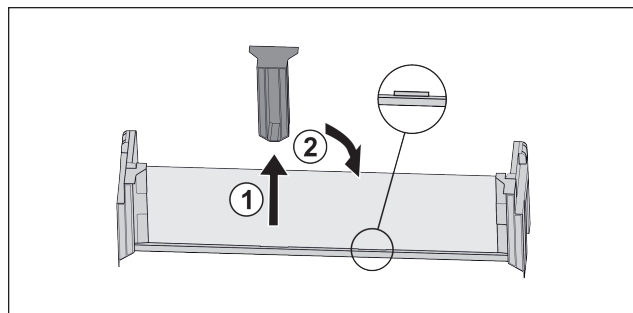

Fig. 103
- ▶ Изтеглете средната задържаща част Fig. 103 (1).
- ▶ Вкарайте средната задържаща част на втората позиция Fig. 103 (2).